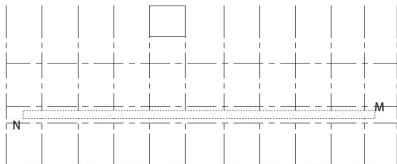
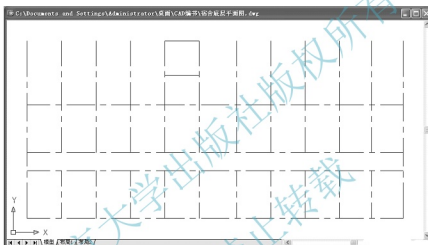

图 2.32 用交叉选的方法选择被剪切的对象
图 2.33 修剪走道内的轴线
(3) 再次启动【修剪】命令。
① 在**选择对象或 <全部选择>**: 提示下，按 Enter 键进入下一步命令。注意，这次没有选择剪切边界，而是按 Enter 键执行尖括号内的“全部选择”默认值，也就是说不选即为全选，图形文件中所有的图形对象都可以作为剪切边界。
② 在选择要修剪的对象, 或按住 Shift 键选择要延伸的对象, 或 [栏选 (F)/ 窗交 (C)/ 投影 (P)/ 边 (E)/ 删除 (R)/ 放弃 (U)]: 提示下, 执行交叉选 (从 M 点向 N 点拖动窗口), 如图 2.32 所示, 将图形修剪成如图 2.33 所示的状态。